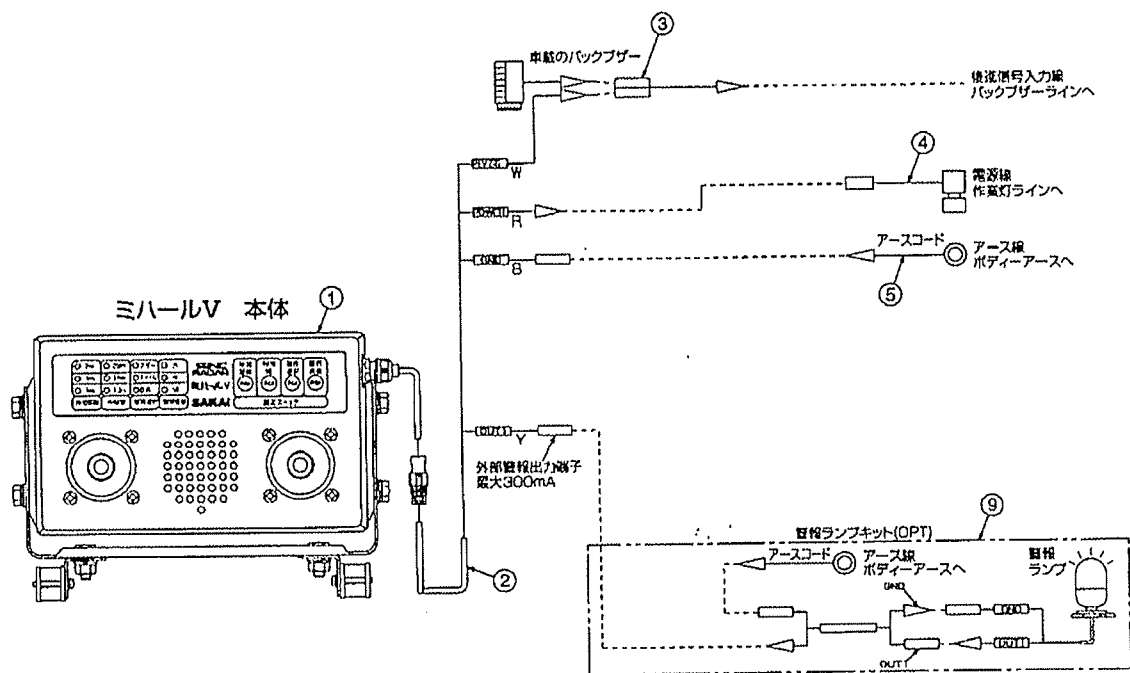

図 7 警報ランプを追加する接続（標準キット+警報ランプキット：24 V車用）
※ オプション機器の接続方法は、P11～P12、図7～9をご覧ください。
※ 図7～9はバックセンサーとして車両後向設置、後進動作用の結線を示しており、OUT1に接続する警報装置が標準キットと異なる場合の結線を説明しております。
- (4) 標準キットに警報ランプを接続する場合 (24V車用) (P11、図 7 参照)